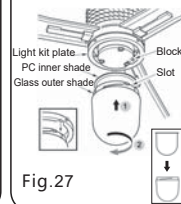

Fig.27
Paso 6: Coloque la sombra del PC dentro de la sombra de vidrio y luego alinee la ranura de la sombra de vidrio con el bloque en la placa del kit de luz. Gire hacia la derecha hasta que pare al final. (Fig. 27).